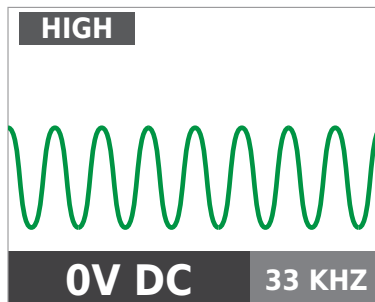

Abbildung 3.3b
3. Wählen Sie den HIGH-Signalmodus für die meisten Anwendungen. Ein Bildschirm wie in Abbildung 3.3b erscheint.